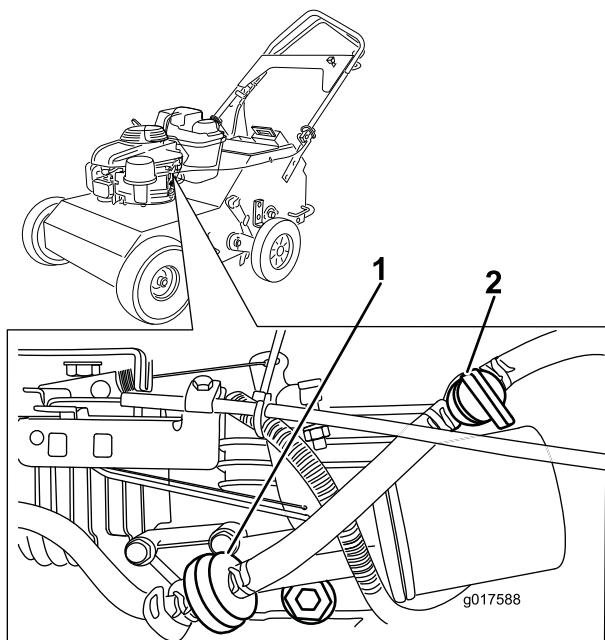

Figure 30
4. Pincez la conduite d'alimentation de chaque côté du filtre à carburant (Figure 30) pour éviter les fuites lors de la dépose du filtre.
5. Pincez les extrémités des colliers et éloignez les colliers du filtre (Figure 30).
7. Posez un filtre neuf et rapprochez les colliers de fixation du filtre (Figure 30).